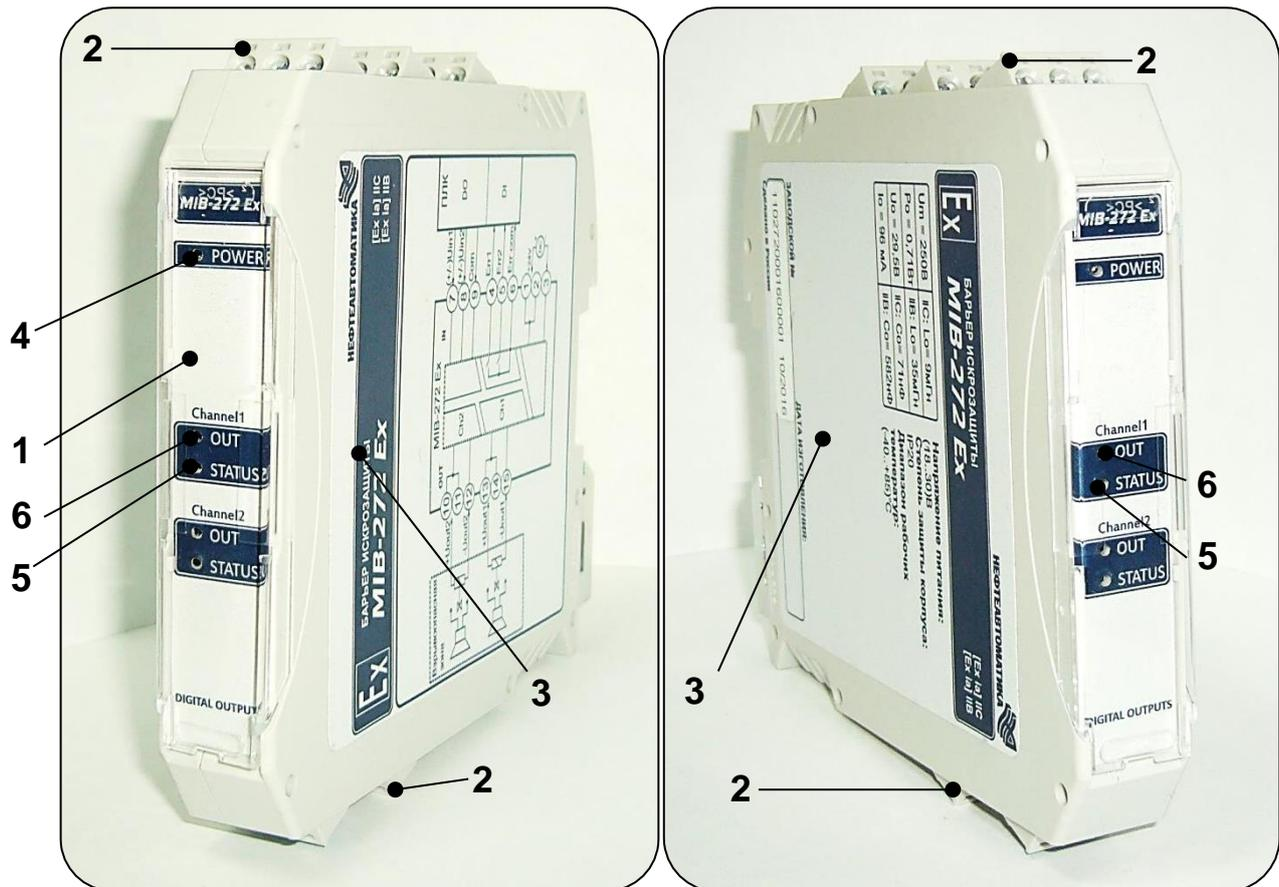

Рис. 3 – Внешний вид изделия
Изделие представляет собой плату, помещённую в пластиковый корпус, состоящий из двух частей. На переднюю панель изделия (1), боковые поверхности корпуса (3) и клеммные колодки (2) нанесена маркировочная информация в соответствии с п. 1.7 настоящего РЭ. Конструкция изделия приведена на Рис. 3.